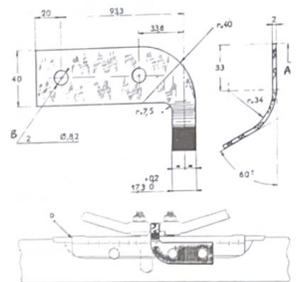

Fig. 5.12.—Calibre MR-4373 para colocar la cremallera en su punto central.
Introducir el tubo del volante en el tubo fijo. Orientar las ruedas para marcha en línea recta. Llevar la señal "D" del protector móvil a engrasar con la guía de rótulas, lado izquierdo (fig. 5.12). Introducir el tubo de dirección sobre el piñón de mando, orientando los brazos del volante simétricamente respecto de la horizontal. Colocar el tornillo (47) (fig. 5.5) en la abrazadera, el frenillo y la tuerca. Apretar la tuerca con un par de 1,5 a 2 m.kg y doblar el frenillo.
la dirección a engrasar con la guía de rótulas, lado izquierdo (fig. 5.12).
b) Para obtener esta condición, utilizar un calibre de posicionamiento MR - 4373 (fig. 5.12) de la forma siguiente: